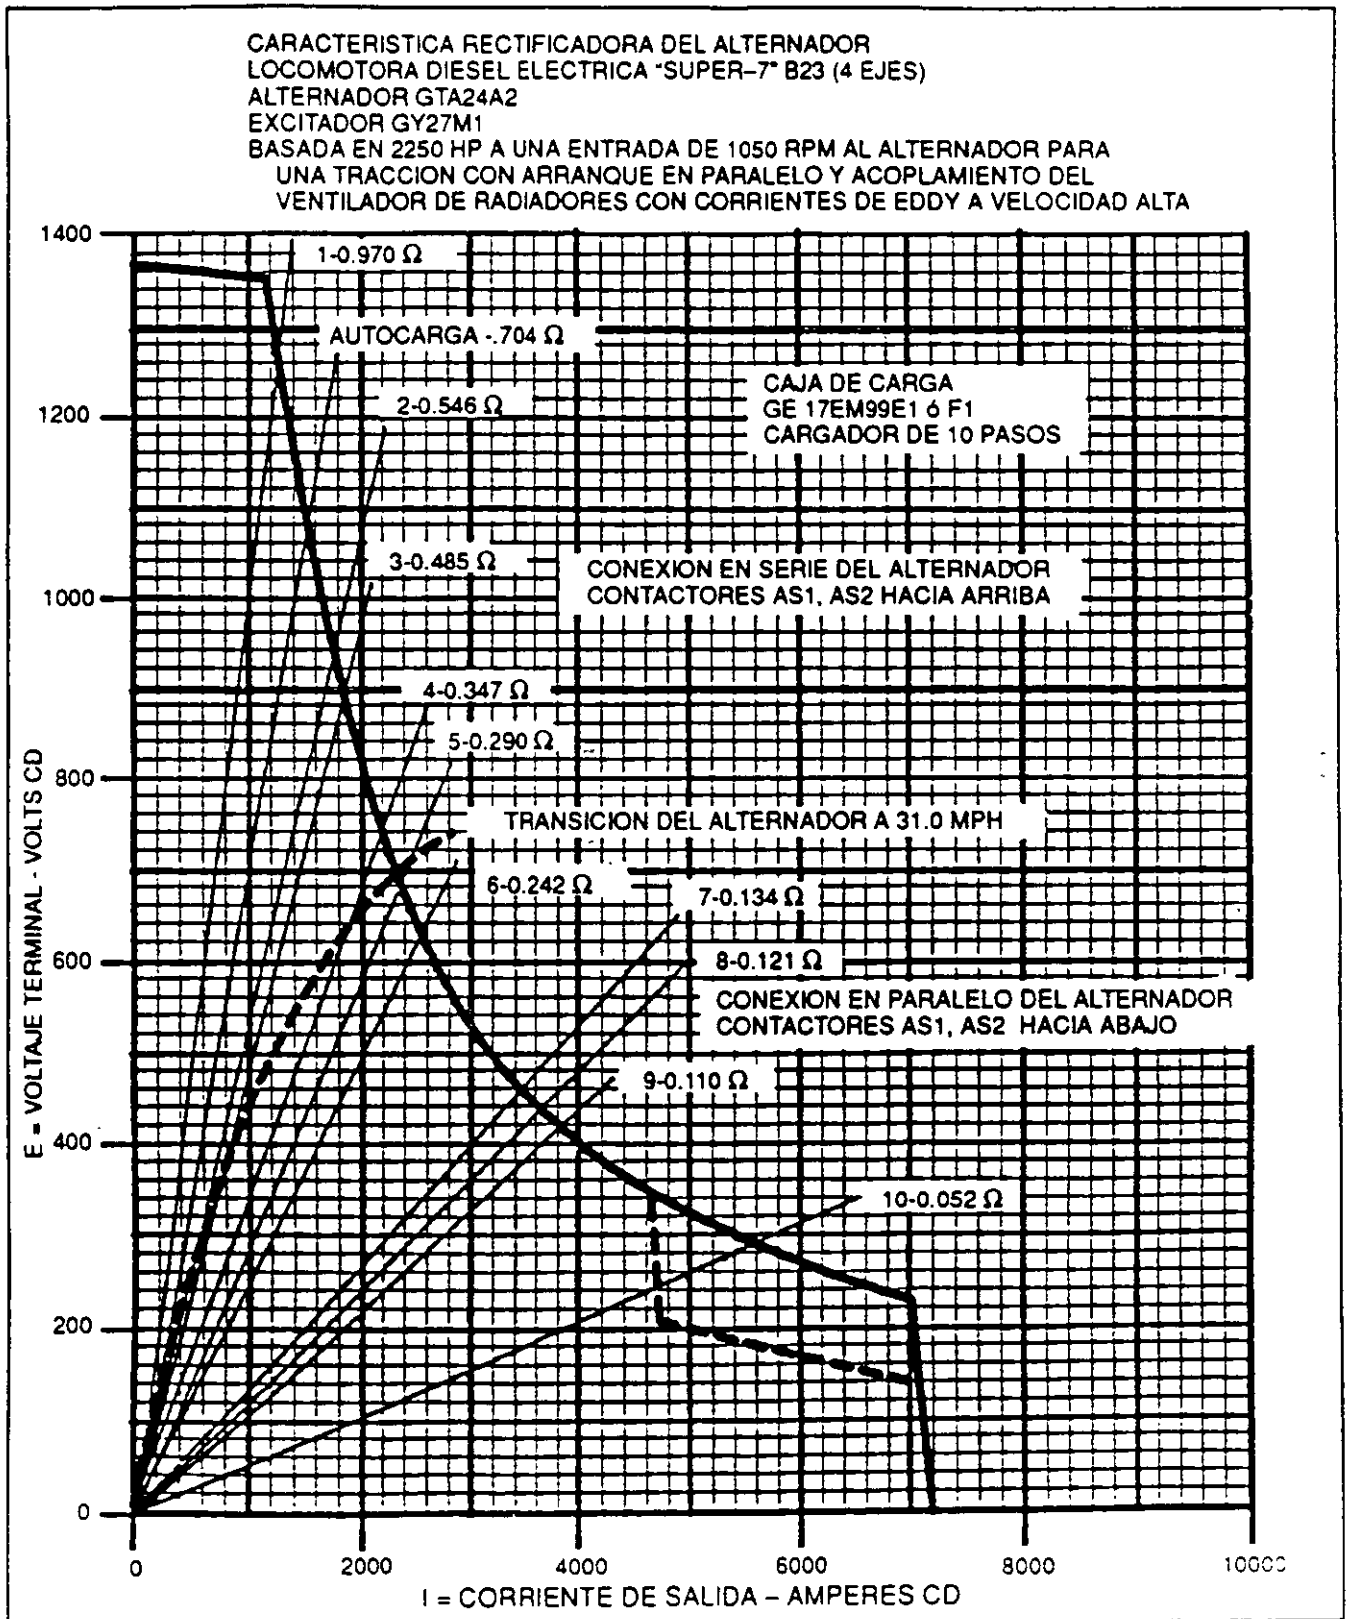

FIG. 10. CURVA DE CAJA DE CARGA DE LA LOCOMOTORA B23 SUPER-7. E-39056-S
Los valores efectivos de voltaje y corriente pueden graficarse sobre la curva de salida empleando las lecturas del medidor tomadas en la Unidad de Carga EM99. Sin embargo, será necesario corregir el caballaje de salida para las condiciones ambientales anteriores de modo que los puntos caigan entre las curvas límite del Punto 8, Figs. 10 y 11.
Las Figs. 10 y 11 representan las Curvas de Autocarga típicas para Las locomotoras B23, B30 y caja de carga 17EM99.
4. Haga avanzar lentamente la palanca del Regulador hasta el Punto 8. La lectura deseada es el valor para la corriente donde la línea IR (0.052 ohms en la Fig. 10) cruza la curva característica. Divida el valor de la curva entre 1000 para obtener la lectura apropiada del medidor.